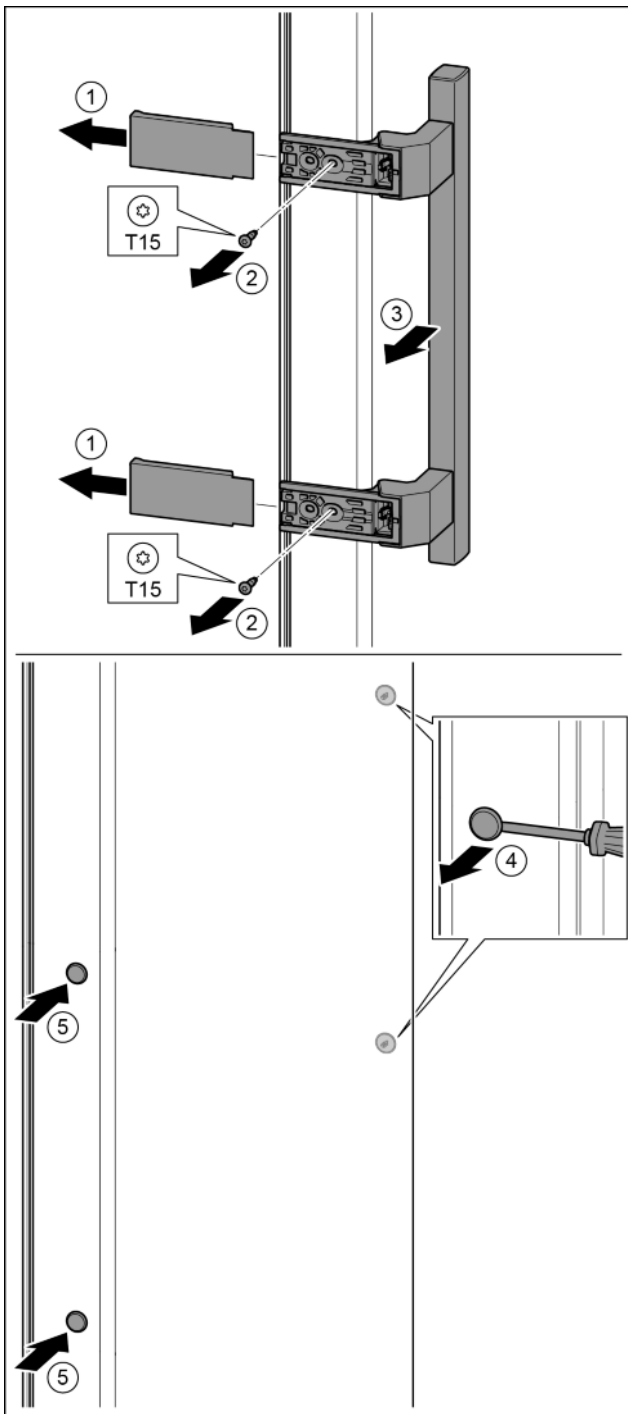

Fig. 16
- ▶ Свалете капака. Fig. 16 (1)
- ▶ С отвертка T15 отвийте винтовете. Fig. 16 (2)
- ▶ Свалете дръжката. Fig. 16 (3)
- ▶ С плоска отвертка внимателно повдигнете страничната тапа и я извадете. Fig. 16 (4)
- ▶ Отново поставете тапата от другата страна. Fig. 16 (5)